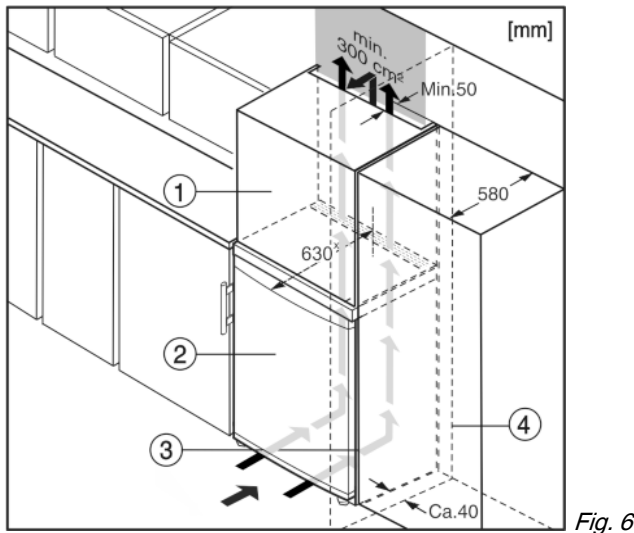

Fig. 6
Das Gerät kann mit Küchenschränken umbaut werden. Um das Gerät Fig. 6 (2) der Küchenzeilenhöhe anzugleichen, kann über dem Gerät ein Aufsatzschrank Fig. 6 (1) angebracht werden.
Beim Umbau mit Küchenschränken (Tiefe max. 580 mm) kann das Gerät direkt neben dem Küchenschrank Fig. 6 (3) aufgestellt werden. Das Gerät steht seitlich 34 mmx und in der Gerätemitte 50 mmx gegenüber der Küchenschrankfront vor.
Wenn das Gerät mit den Scharnieren neben einer Wand Fig. 6 (4) aufgestellt wird, muss der Abstand zwischen Gerät und Wand mindestens 40 mm betragen. Dies entspricht dem Griffüberstand bei geöffneter Tür.\*